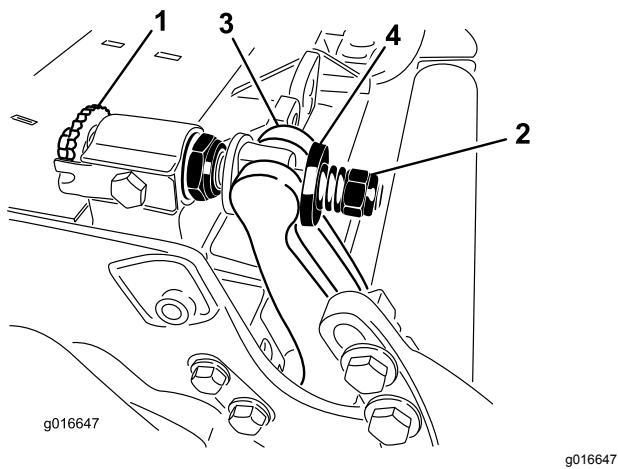

図 29
1. ベッドバー調整ねじを左に回して下刃とリールの接触を完全になくす図 29。
2. スプリングテンションナットをゆるめて、ワッシャがベッドバーを全く押さないようにする図 29。